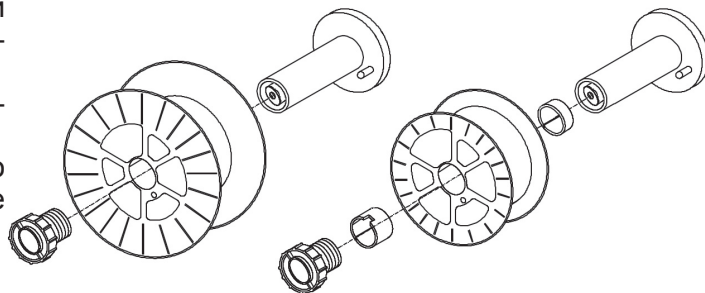

Рис. 10
- Откройте боковую панель отверстия катушки. Отвинтите гайку (А) разматывателя (тормозной барабан). При необходимости заменить катушку извлеките пустую бобину (рис.10).